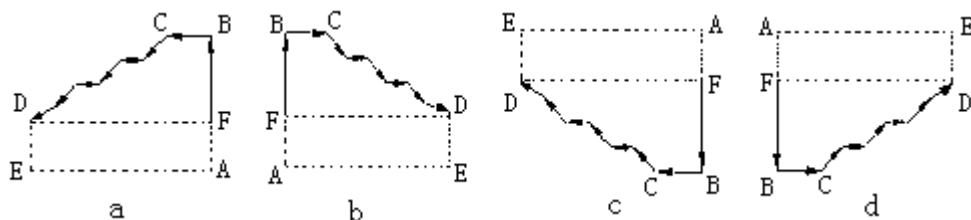

图 4-33
- 7) I 的取值范围与 X (U) 的范围有关系；I、U 取值范围必需符合 U/I 小于 10000 的要求。
- 10) 用 G71 指令切削的形状有以下四种情况，如图 4-33 所示；但无论哪一种都是从 G71 起始点 A 开始、刀具平行于 Z 轴对毛坯进行逐层剥离切削、直到 B 点。
- 12) G71 指令切削的形状有以下四种情况：图 4-33 中，A 点为 G71 的起始点、B 点为加工轮廓起点、D 点为加工轮廓终点、BCD 段表示加工的轨迹。